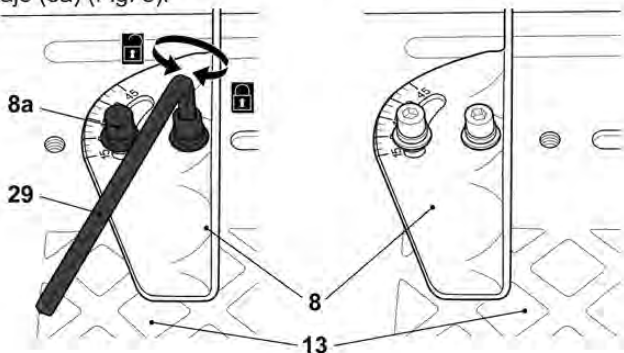

Fig.5
- > Afloje los pernos de montaje (8a) con la llave hexagonal (29) y retirelos de la mesa de corte (13) junto con las anillas elásticas (8b), arandelas (8c) y el calibrador de inglete (8).
- > Coloque el calibrador de inglete (8) en la posición deseada y asegúrelo a la mesa de corte (13) con las arandelas (8c), las anillas elásticas (8b) y los pernos de montaje (8a) (Fig. 5).